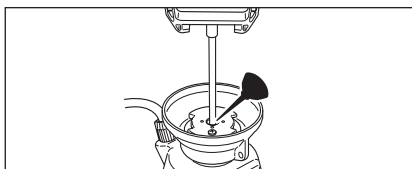

Figura 10. Lubrique la bomba
1. La bomba se debe aceitar periódicamente aplicando 10 ó 12 gotas de aceite liviano en la varilla de la bomba por la abertura de la tapa de la bomba. Vea la figura 10.